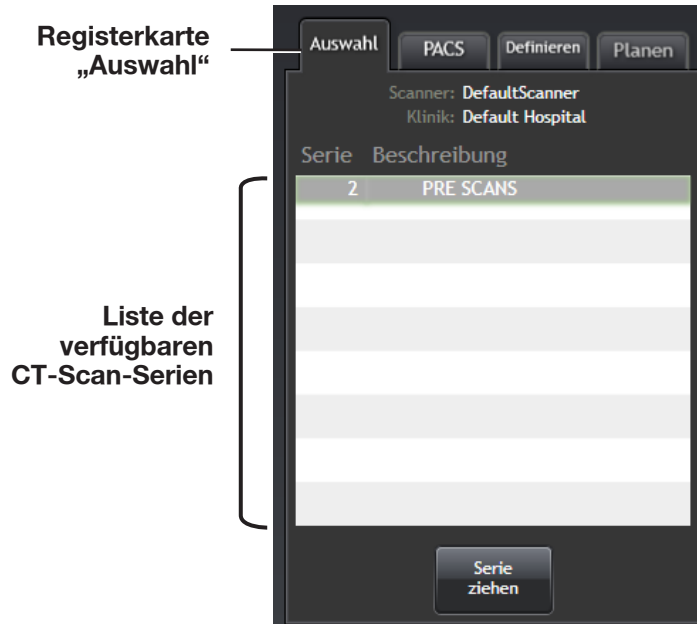

Abbildung 3-10: Die Registerkarte „Auswählen“ mit der Liste „Beschreibung der Serie“.
3. Wählen Sie unten links im Bildschirm die zuletzt aufgenommene Serie aus der Liste aus (Abbildung 3-10).
- d. Klicken Sie nach Auswahl der Serie auf die Schaltfläche **Serie ziehen**, die sich unter der Liste befindet (Abbildung 3-10). Die Anwendung „zieht“ die Serie zur Prüfung in die ABLATE-IQ Software, d. h. lädt sie dorthin herunter. Ein Rad erscheint in der Mitte des Bildschirms, während die Serie heruntergeladen wird (klicken Sie bei Bedarf auf die Schaltfläche **Abbrechen**). Nachdem das Herunterladen der ausgewählten Serie abgeschlossen ist, wechselt die Software automatisch zur Registerkarte **Definieren**, auf der der Benutzer das/die Ziel(e) definieren kann. Wenn Sie die CT-Serie ändern möchten, können Sie zur Registerkarte **Auswahl** zurückkehren und eine andere CT-Serie auswählen.